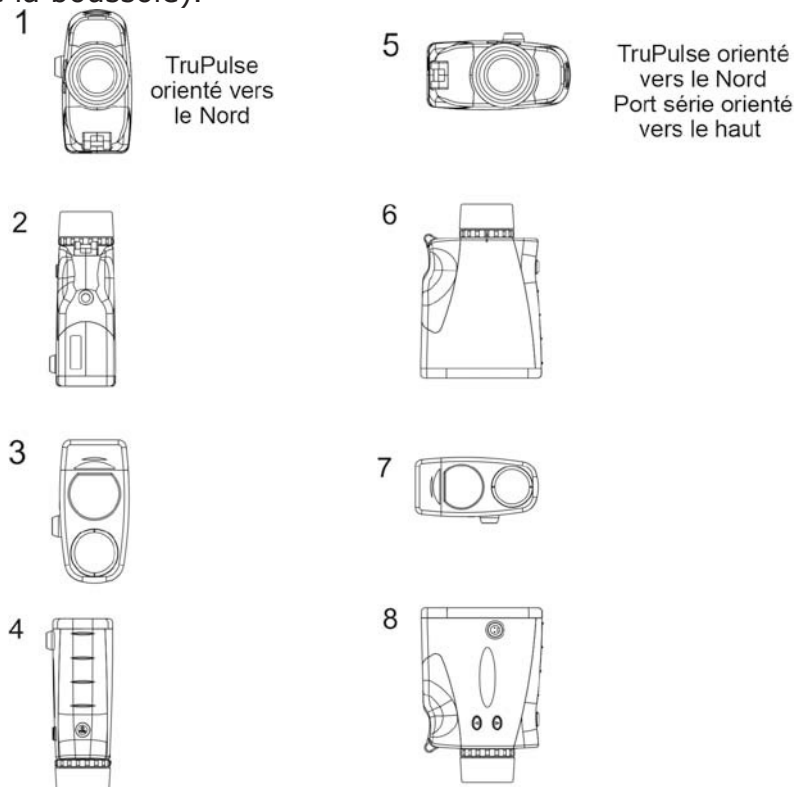

Figure 1: Manipulation de calibration de l'angle horizontale
2. Sélectionner ensuite «YES»«HACAL» puis effectuez la manipulation représentée dans la figure 1 en pointant votre appareil vers le nord. Entre chaque étape, attendez une seconde avant d'appuyer sur  (veillez si possible à éviter toute interférence électromagnétique sur le terrain pour le bon fonctionnement de la boussole).